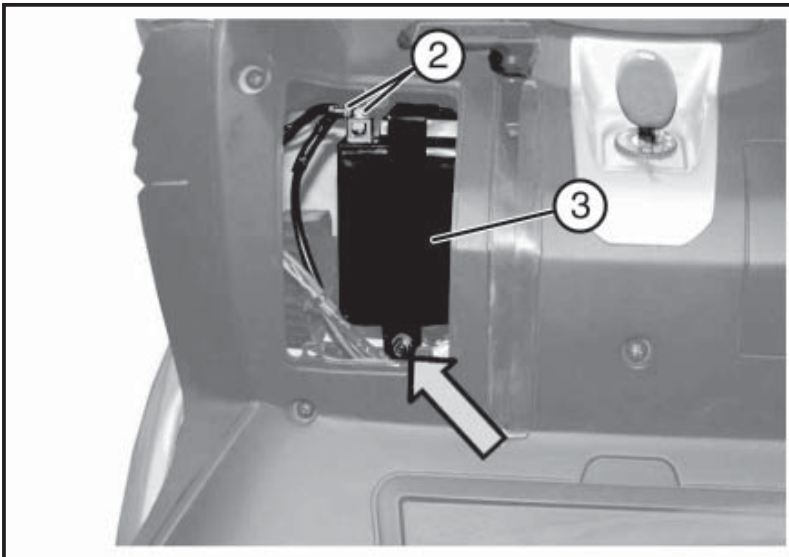

Fig. 02
- Desconecte los cables «2 - Fig. 02» del negativo «-» y luego el del positivo «+» .
- Desatornille el tornillo indicado y retire la brida «3 - Fig. 02».